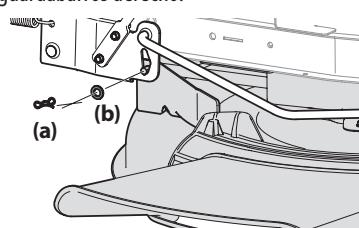

Figura 18
- Extraiga el pasador de chaveta (a) con unión curva y la arandela plana (b) del conjunto de elevación de la plataforma y guárdelo para volver a colocarlo posteriormente. Consulte la Figura 18.